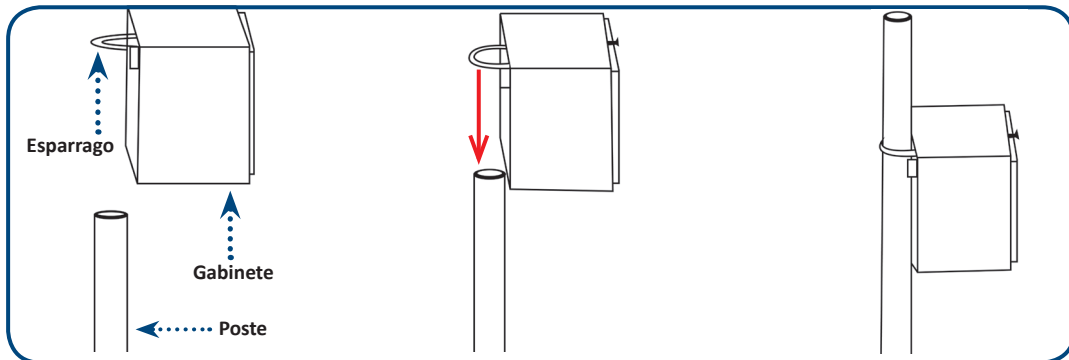

Figura 14. ESQUEMA DE MONTAJE DE GABINETE EN POSTE CÓNICO.
4.3 Montaje de gabinete en poste cónico sin brazo no suministrado por SAECSA (Ver Figura 14).